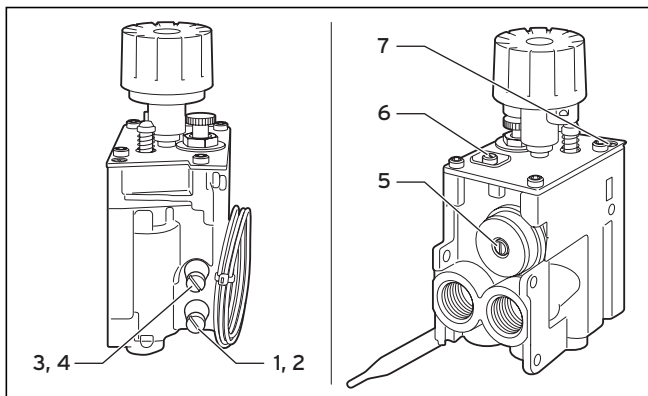

Abb. 6.1 SIT Armatur (ohne Kappe)
- Kleinstellschraube (**6**, siehe Abb. 6.1) durch eine Flüssiggas-Kleinstellschraube ersetzen und bis zum Anschlag fest einschrauben.
- Kleinstellschraube (**6**, siehe Abb. 6.1) durch eine Erdgas-Kleinstellschraube ersetzen und bis zum Anschlag fest einschrauben.